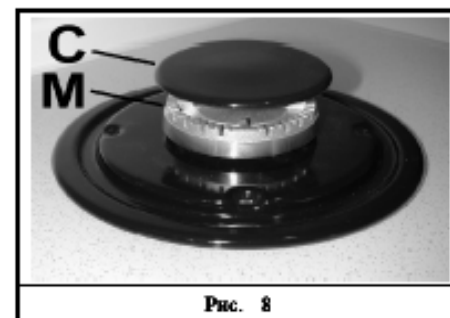

Рис. 8
Если Вы хотите, чтобы поверхность плиты из стеклокерамики всегда блестела, очень важно мыть ее после каждого использования, используя теплую воду с мылом. Затем ее следует вымыть чистой водой и вытереть насухо. Таким же образом следует мыть эмалированные решетки, эмалированные крышки рассекателя "С" и гнезда конфорок "М" (см. рис. 8).
- Проверить, чтобы отверстия гнезд газовых конфорок "М" (рис. 8) не были засорены посторонними предметами.
- Проверить, чтобы эмалированная крышка рассекателя "С" (рис. 8) была правильно установлена на гнезде конфорки. Правильно установленная крышка прочно держится на месте.